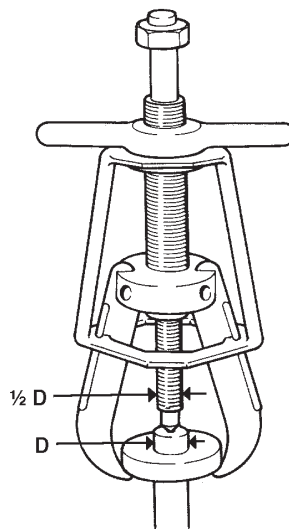

Abbildung 2, Relative Größe des Führungsbolzens im Verhältnis zum Wellendurchmesser
- Der Durchmesser des Führungsbolzens des mechanischen Abziehers muss mindestens halb so groß sein wie der Durchmesser der Welle, von der das Objekt abgezogen wird. (Siehe Abbildung 2)